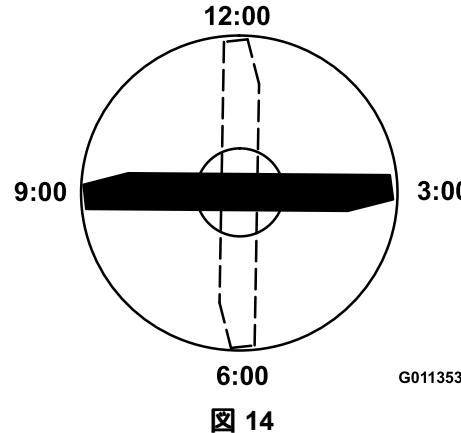

図 14
- ブレードの印の付いているほうの端部を12時の位置車両進行方向に向け図 14、作業台の表面からブレードの切っ先までの高さを測定する。
- 印の付いている端部を3時の位置と9時の位置に向けて図 14 それぞれ高さを測定する。